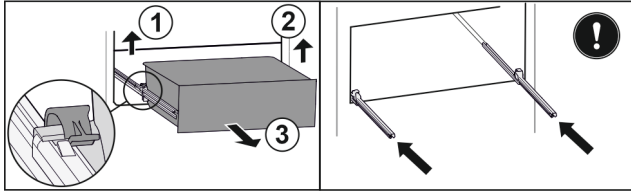

Fig. 119
- ▶ Linke Klemme anheben und gleichzeitig Schubfach links nach vorne ziehen. Fig. 119 (1)
- ▶ Rechte Klemme anheben und gleichzeitig Schubfach rechts nach vorne ziehen. Fig. 119 (2)
- ▶ Schubfach nach vorne entnehmen. Fig. 119 (3)